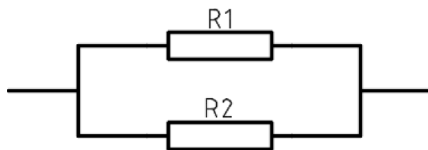

图 8-30 绘制相应的直线
9) 将“粗实线”层设置为当前图层，使用 LINE 命令绘制相应的直线段，结果如图 8-30 所示。